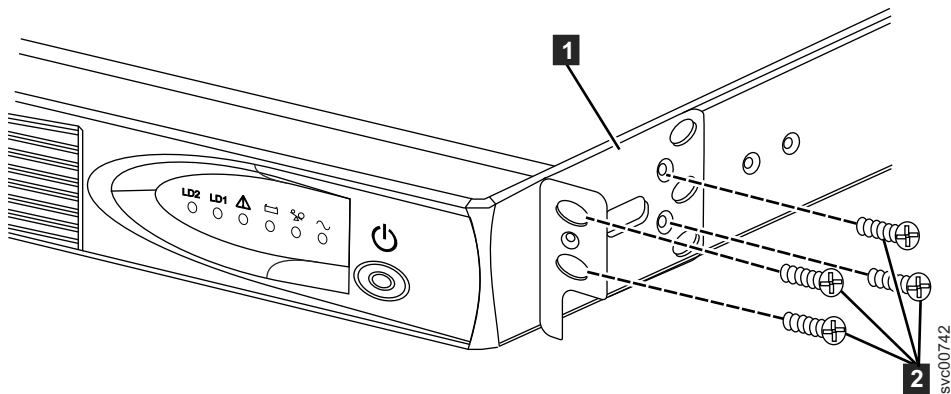

図 235. 2145 UPS-1U 用の 2145 UPS-1U 取り付け金具の取り付け
3. 取り付けブラケットごとに 4 つの M3 × 6 ねじ **2** を使用して、取り付けブラケット **1** の長い側を 2145 UPS-1Uの各側面に取り付けます (292 ページの図 235 を参照)。